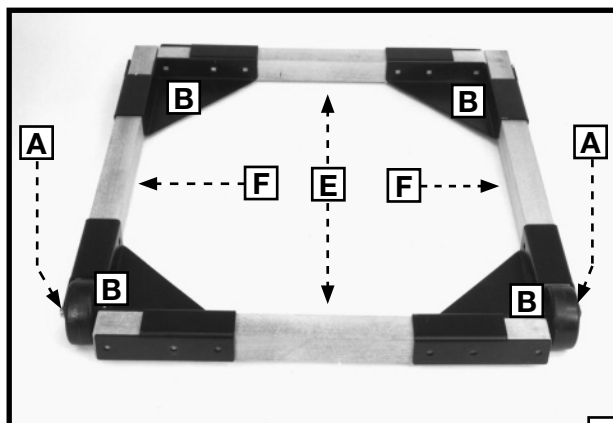
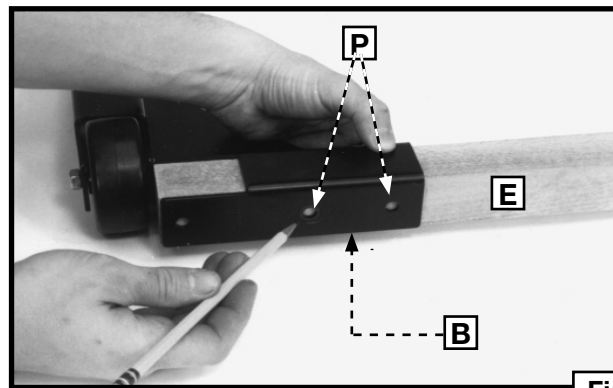

Fig. 6
Fig. 7
6. Insérer les pièces dans les supports en cornière (B) fig. 6, suivant leurs positions dans l'assemblage final de la base mobile. S'assurer que les pièces latérales (F) fig. 6, soient éloignées d'environ 12,7 mm (1/2 po) des deux roues (A). Mesurer les dimensions internes du module de la base mobile (fig. 6). Les mesures doivent correspondre le plus possible aux dimensions de l'appareil. Si besoin est, couper de nouvelles planches d'extrémité ou latérales pour adapter les planches dans les supports ou régler leurs positions. Mesurer les dimensions d'intérieur du montage de base mobile (la fig. 6). Les mesures doivent évaluer de près les dimensions de la machine. Si les ajustements sont nécessaires, la coupure nouveaux fin ou les conseils de côté pour ajuster, ou ajuster la position des conseils dans les crochets.
- Placer les planches d'extrémité et latérales (E et F) fig. 6, à l'intérieur et à ras contre la partie supérieure des supports d'extrémités (B) fig. 7. Dans les planches de bois de la base, marquer les endroits pour le perçage de trous débouchants de 11,1 mm (7/16 po).
REMARQUE: percer quatre trous dans les quatre sections internes de chaque support dont deux sont illustrés en (P) fig. 7. Percer un total de seize trous pour fixer les planches dans les quatre supports.